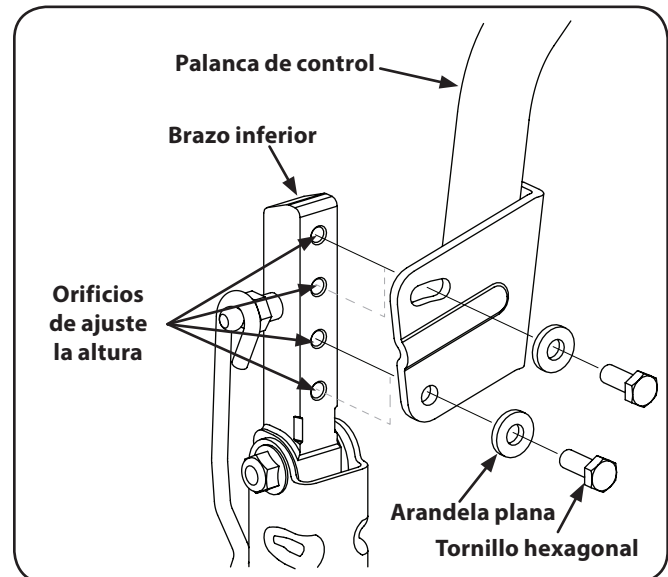

Figura 6-4
2. Mientras sostiene la palanca de control para evitar que caiga, quite el tornillo hexagonal y la arandela plana de la base de la palanca de control y del brazo inferior. Consulte la Figura 6-4.
1. Afloje el tornillo hexagonal si aún no lo aflojaron y rote la palanca de control hacia adelante o hacia atrás a la posición deseada. Vea la Figura 6-4.